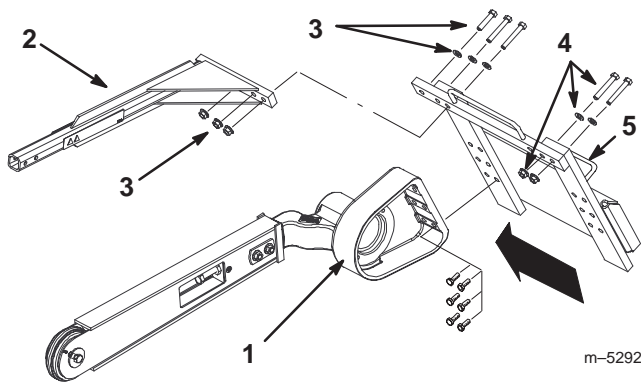

Bild 5
2. Entfernen Sie die 6 Schrauben, mit denen der Grabenzieherkopf am Rahmen abgesichert wird (Bild 5).
4. Sichern Sie den Kopf mit den 6 vorher entfernten Schrauben am Rahmen ab (Bild 5).
6. Entfernen Sie die 3 Schrauben, Scheiben und Bundmuttern von der Sicherungsstange und entfernen diese (Bild 5).
7. Entfernen Sie die 2 kurzen Schrauben, Scheiben und Bundmuttern von der rechten Seite des oberen Rahmens und stecken diese in die entsprechenden Löcher an der linken Seite (Bild 5).
8. Montieren Sie die Sicherungsstange mit den vorher entfernten 3 Schrauben, Scheiben und Bundmuttern über der Grabkette (Bild 5).
10. Verlegen Sie die Schläuche aus der Schlauchführung an der Oberseite des Grabenziehers in die Führungen an der linken Seite (Bild 5).